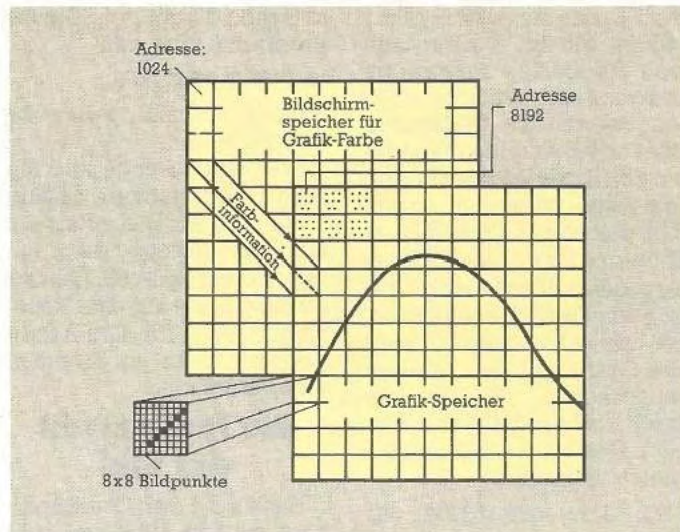

Bild 3. Der Bildschirmspeicher als Verwalter der Farben
Im Hires-Modus sind keine Buchstaben mehr sichtbar. Der nun brachliegende Bildschirmspeicher wird deshalb zum Farb-Speicher. Jedes Byte des Bildschirmspeichers ist dabei für jeweils eine Gruppe von 8 mal 8 (64) Punkten der Grafik verantwortlich, wie man in Bild 3 erkennen kann.